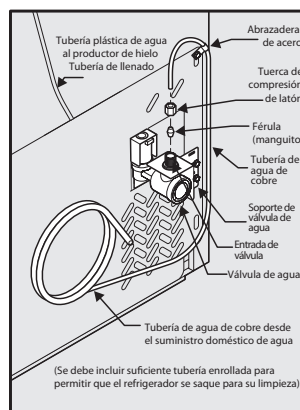

Figura 1
4. **Si usa tuberías de cobre:** Deslice la tuerca de compresión de latón, y luego la férula (manguito) en la tubería de suministro de agua. Empuje la tubería de suministro de agua hacia dentro de la entrada de la válvula de agua lo más posible (¼ de pulgada o 6,4 mm). Deslice la férula (manguito) en la entrada de la válvula y apriete manualmente la tuerca de compresión en la válvula. Apriete otra media vuelta con una llave; NO apriete en exceso. Vea la Figura 1. **Si usa tuberías de acero inoxidable:** La tuerca y la férula ya están armadas en la tubería. Deslice la tuerca de compresión hacia dentro de la entrada de la válvula y apriete manualmente la tuerca de compresión sobre la válvula. Apriete otra media vuelta con una llave; NO apriete en exceso. Vea la Figura 2.